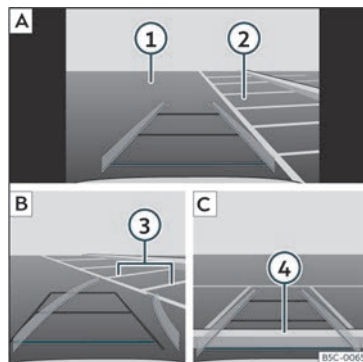

Fig. 185 Visualização no ecrã do sistema Infotainment: estacionar com o assistente de marcha-atrás
Legenda da **Fig. 185**:
- Posicione o veículo à frente do lugar de estacionamento >>> **Fig. 185 2 A**.